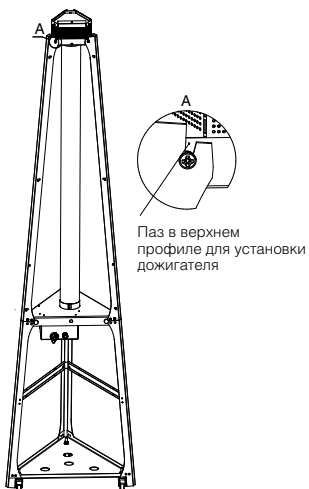

Рис. 7 – Установка колбы и дожигателя
- Извлеките из коробки колбу и аккуратно вставьте колбу. Сверху установите на профили дожигатель (Рис. 7), фиксируя колбу, затяните винты.